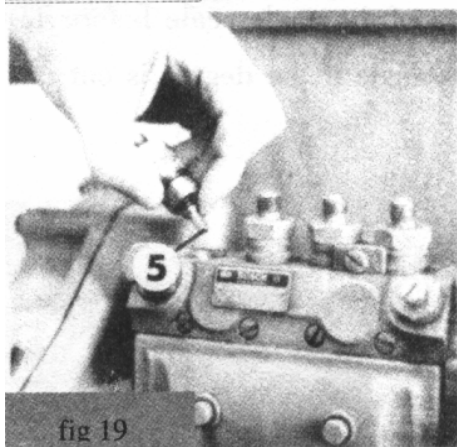

fig 19
- (8) Снять нагнетательный клапан 5 впрыскивающего насоса и установить перепускную трубу 6 (см. Рис. 19, 20).